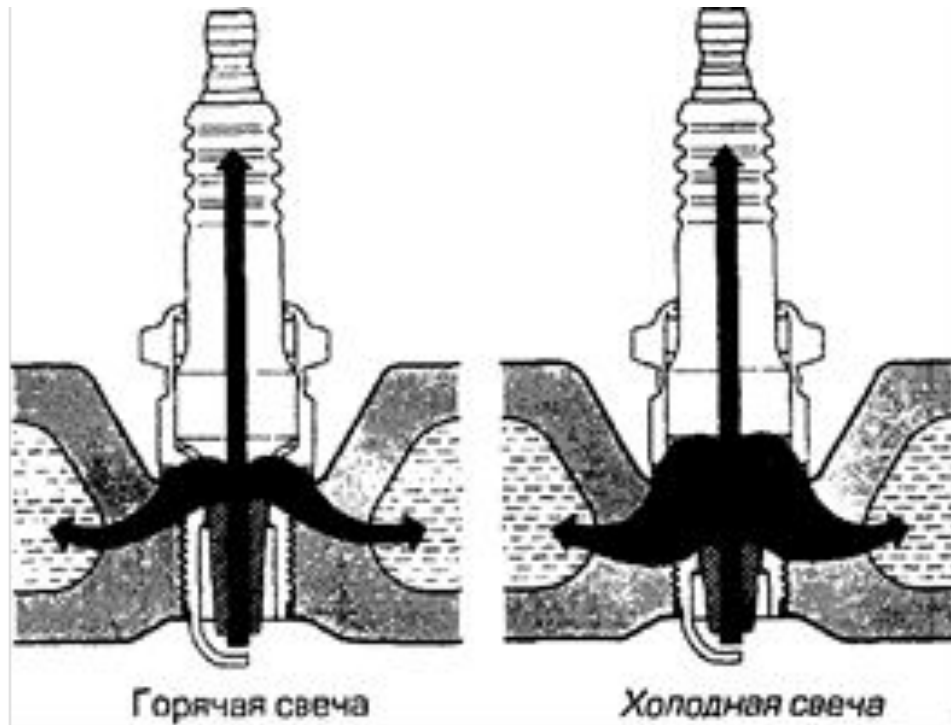

Рис. 9.10. Теплоотвод от горячей и холодной свечей
- Тепло с центрального электрода в основном рассеивается через изолятор и целее через обойму в головке цилиндров. Через сам электрод (длинный и тонкий) тепла рассеивается меньше (см. рис. 9.10).